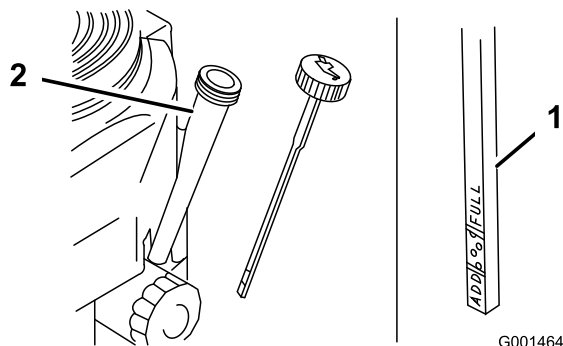

Figure 22
4. Nettoyez la surface autour de la jauge d'huile (Figure 22) pour éviter que des impuretés tombent dans l'orifice de remplissage et endommagent le moteur.
5. Dévissez la jauge d'huile et essuyez soigneusement son extrémité (Figure 22).
6. Remettez la jauge au fond du tube de remplissage, mais sans la visser (Figure 22).
8. Versez avec précaution environ 80 % de la quantité d'huile spécifiée dans le goulot de remplissage (Figure 22).